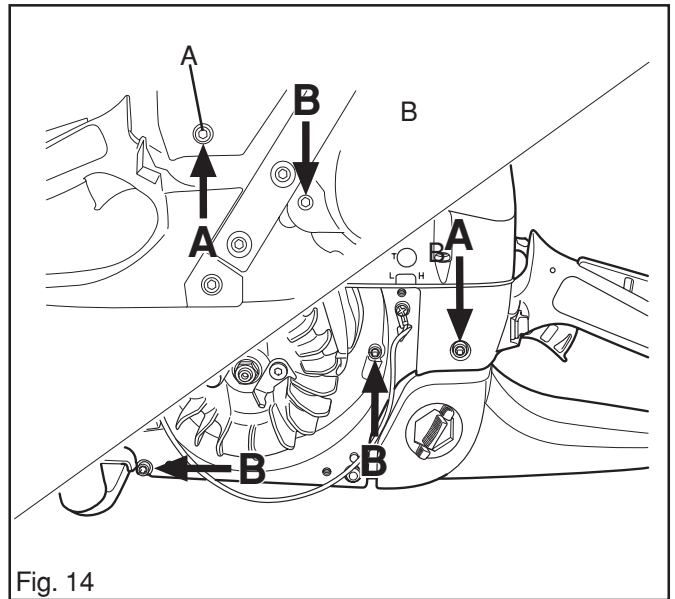

Fig. 14
2. Retirer les vis de l'amortisseur arrière (A) et les vis du limiteur de mouvements (B). Voir la fig. 14.